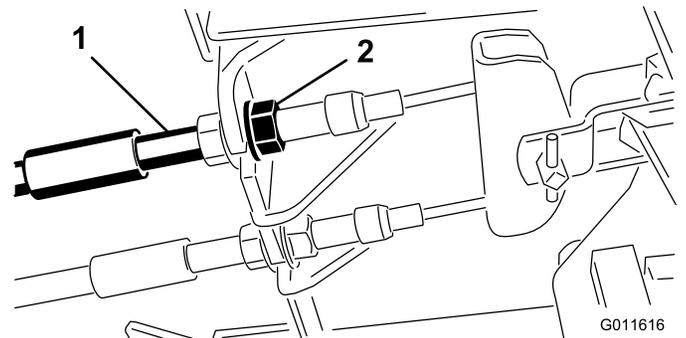

図 65
1. 遊びを減らすブレーキを締めるには、ブレーキケーブルのネジ山の前ナットをゆるめ、後ろのナットを締める (図 65)。